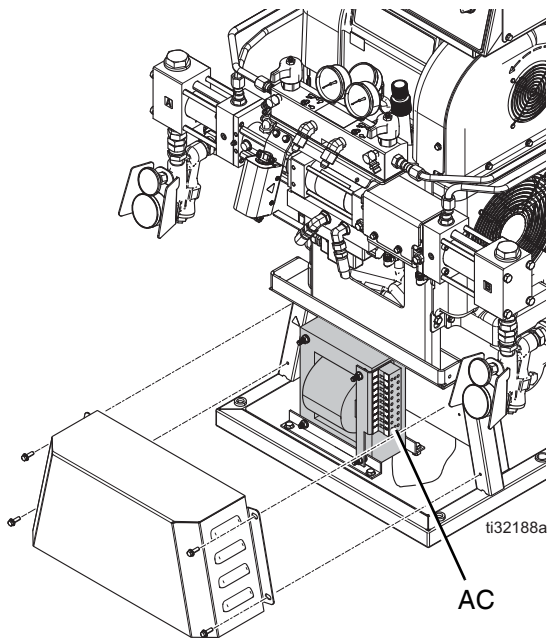

图 13: 软管变压器盖子
2. 卸下变压器盖子。请参见图 13。
4. 重新安装变压器盖子。请参见图 13。